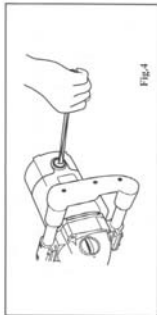

Fig.4
8.4 Sustitución de escobilla de carbón- fig.4